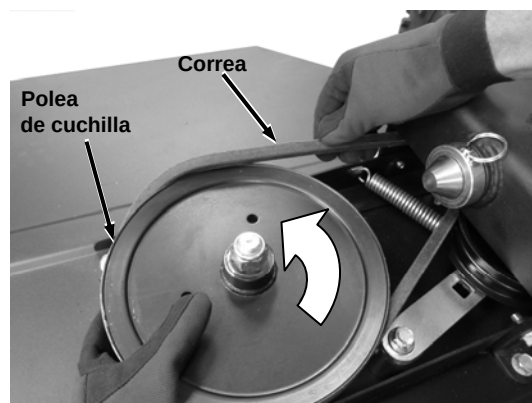

Figura 26
3. Mientras gira la polea de la cuchilla, saque la correa de la polea de la cuchilla (**Figura 26**).